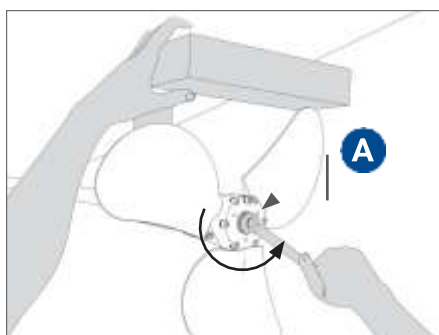

FIG. 35 Svitare dado di serraggio "A"
- Assicurarsi che l'asse porta-elica non possa ruotare innestando la marcia a motore spento o bloccando l'asse in altra maniera. Per evitare di curvare le pale dell'elica in fase di svitamento, usare la precauzione di ruotare le pale in posizione di spinta (non in bandiera), e bloccare la rotazione con un cuneo di legno tra la pala e la carena (Fig. 35).
- Svitare il dado di serraggio **A** in senso antiorario (Fig. 35); durante lo svitamento l'elica si estrarrà automaticamente dal cono dell'asse porta-elica o dall'asse Sail-Drive.